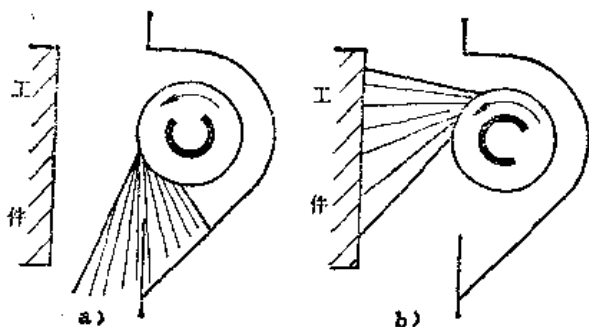

图5-1-3 弹丸抛射位置
① 抛丸量不能过大或过小，过大会出现清理质量下降、工件变形、耗用功率大、易损件磨损严重和增加弹丸耗量等，过小会造成清理效率低。所以在使用前或使用过程中，要随时检查和调整影响抛丸量的分丸轮、定向套、叶片等的安装位置及相对尺寸。
② 在使用抛丸器前，必须调整好弹丸散射角的正确位置，使弹丸的散射角对准被清理的工件。否则，不但达不到应有的清理目的，反而弹丸将击毁抛丸器的防护板及防护罩。弹丸正确的抛射位置如图 5-1-3 所示。它是由定向套的窗口位置来调整的。调整方法是可在工件清理区放一块木板或一张硬纸，开动抛丸器，使之运转正常后，投入少量的弹丸，然后检查木板或硬纸的弹丸痕迹中心是否对准